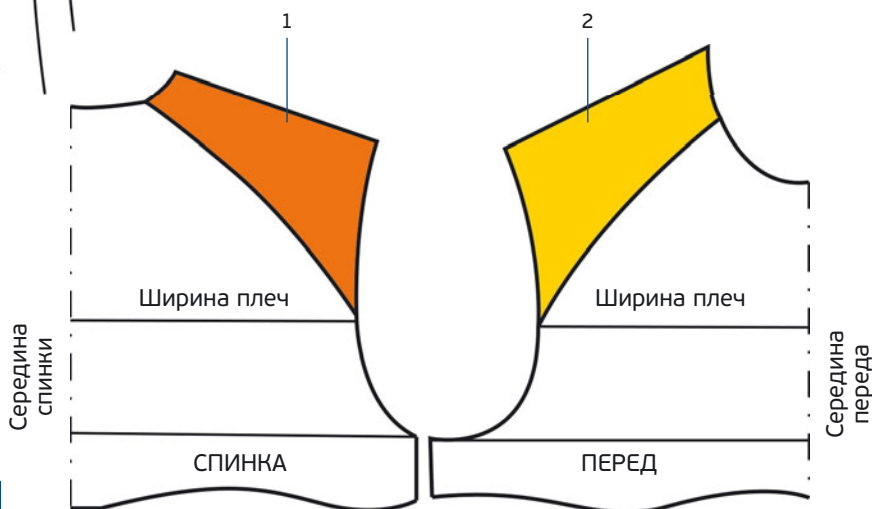

РИС. 1
1. На базовой выкройке спинки начертите изогнутую рельефную линию от проймы на уровне линии ширины плеч и соедините ее с горловиной по трети обхвата горловины спинки (рис. 1).
2. То же сделайте на передней детали (рис. 1). Затем скопируйте обе детали выкройки: часть спинки (рис. 1 оранжевым цветом) и переднюю часть (рис. 1 желтым цветом).